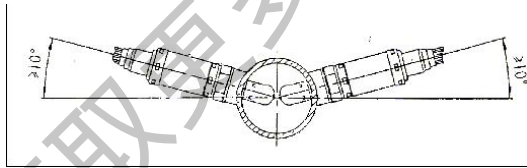

图3-16 氧传感器的安装方案
(2) 推荐的安装方案及要求
- 氧传感器应当安装成跟水平面的夹角大于等于10度(电子接插件朝上)，这样能防止冷凝水在传感器外壳与传感器陶瓷之间的积聚见图3-16。